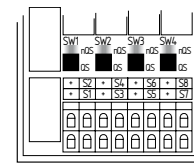

Fig.5
- Item QS (em baixo) (ver Fig. 5): protegido contra curto-circuito, adequado para aplicações de dois canais sem saídas com potencial nos circuitos de comando e aplicações com saídas de potencial positivo e negativo nos circuitos de comando.